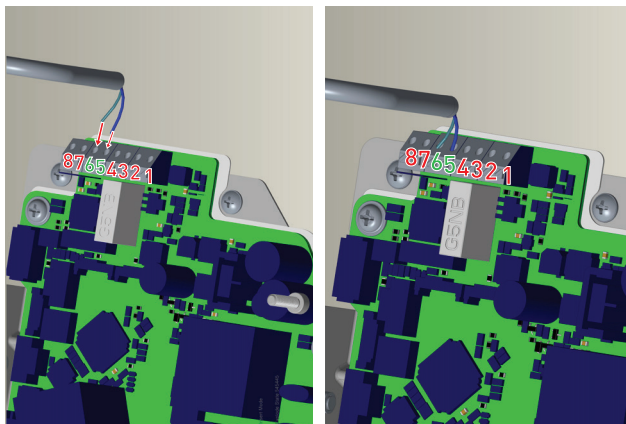

Figure-17
4. Le commutateur DIP du tableau de commande doit être réglé comme indiqué dans la figure-17 et le tableau-13/14.